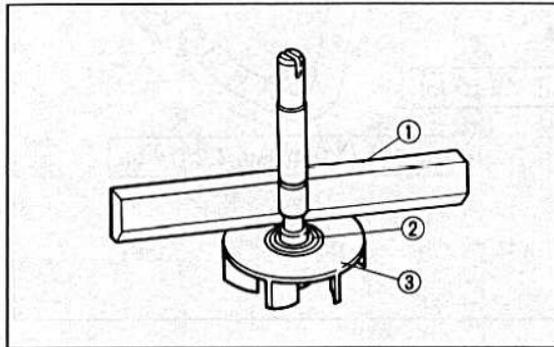

Bild 87
- Das Gehäuse einsetzen. Der Schlitz in der Pumpenwelle muss dabei in den Nocken der Antriebswelle einrasten (Bild 87).